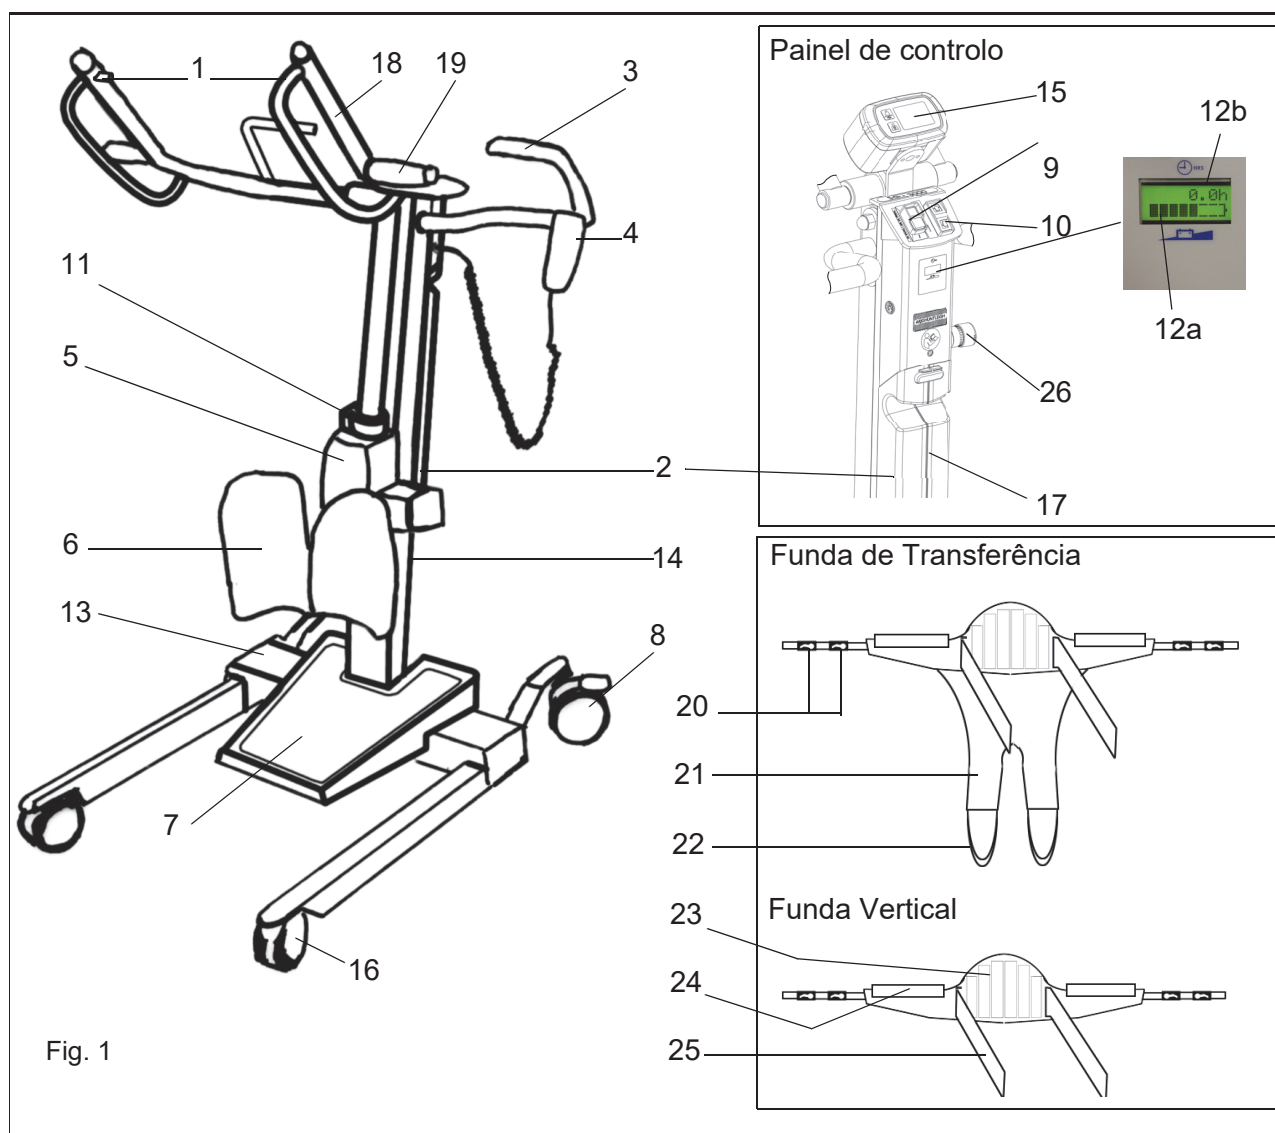

Fig. 1
**Interruptor de controlo duplo:** como opção em relação ao comando manual, pode-se controlar a subida e descida dos braços de suporte do pacientes usando este interruptor, situado em frente do compartimento da componente eletrónica/bateria. A etiqueta adjacente ao interruptor serve para identificar a função (ver Fig. 1). Este interruptor funcionará mesmo que o cabo do comando manual tenha sido desligado.
**Botão de paragem de emergência** (vermelho) (ver Fig. 1): Caso tenha de parar imediatamente qualquer movimento acionado eletricamente (para além da ação de aliviar a pressão no botão do comando manual), prima o botão vermelho de paragem de emergência situado no painel lateral acima da bateria.
**Botão de ligar / reiniciar** (verde) (ver Fig. 1): No painel de controlo superior. Prima este botão para ligar o *Sara 3000*. Também é usado para reiniciar caso o fusível automático de sobrecarga tenha funcionado (indicado pelo facto de o botão se projetar ligeiramente para a frente). Se o fusível tiver funcionado e, uma vez reiniciado, voltar a funcionar, retire o elevador de uso e contacte o Departamento de Assistência Técnica da Arjo ou o seu distribuidor indicado.
**Botão de desligar** (vermelho) (ver Fig. 1): No painel de controlo superior. Prima este botão para desligar o *Sara 3000*.
**Corte automático - para utilização durante a elevação:** (Ver Fig. 1) (não é um controlo do prestador de cuidados / operador, mas uma função integrada no sistema eletrónico)
**Função de paragem automática - para utilização durante a descida:** (ver Fig. 1) Deve ter-se especial cuidado para não baixar os braços de suporte do paciente sobre o paciente ou qualquer outra obstrução, particularmente quando o paciente está de pé e a aguentar o peso. Se isto acontecer, o motor continuará a funcionar, mas o movimento da descida ficará bloqueado pela obstrução. Caso isto aconteça, deixe de premir o botão de "descer" imediatamente e prima o botão para "elevar" até o equipamento estar liberto. Depois remova a obstrução.
**Proteção contra o sobreaquecimento:** O sinal sonoro soará duas vezes a cada 15 segundos e "OverHeat" é apresentado no contador de ciclos/horas (ver Fig. 1) quando o operador exceder o ciclo de trabalho do atuador do elevador (2 minutos/18 minutos). Quando o sinal ocorre, o movimento ainda é possível. A função protege o atuador contra danos.
**Sistema para descer em caso de falha:** Esta pode ser utilizada no caso de falha no controlo principal. Na eventualidade pouco provável de o comando manual ou o elemento de controlo duplo deixarem de operar o *Sara 3000*, com um paciente ainda sustentado pela funda, foi criado um meio para o fazer baixar, através do sistema de descida em caso de falha do sistema, situado no atuador, (ver Fig. 1 e 3).
**Indicador de bateria descarregada:** (ver Fig. 1) Existe um pequeno símbolo de bateria na parte inferior do LCD. O símbolo de bateria mostra o nível de carga da bateria.
**Contador de horas/ciclos:** (ver Fig. 1) A linha superior do visor mostra a duração total das ações de elevar/baixar em horas. O visor também pode mostrar o número de ciclos, premindo-se os botões de elevação e descida em simultâneo. Esta informação serve para ajudar a determinar os intervalos de manutenção.
A Fig. 1 mostra uma funda de transferência e uma funda vertical e as suas diferentes partes referidas neste manual.